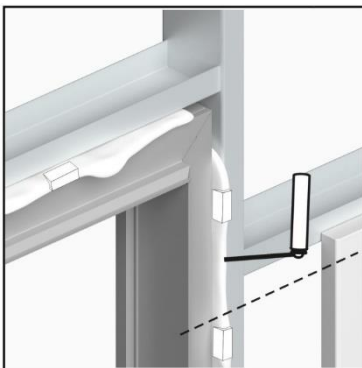

Rys. 22.
- 2) Ustawić ościeżnicę w pionie i w poziomie, zwracając szczególną uwagę na zachowanie kątów prostych między elementami pionowymi i poziomymi ościeżnicy. Szczeliny pionowe między ościeżnicą a ścianą powinny być równo ustawione z każdej ze stron. Ustawienie sprawdzić za pomocą poziomnicy. W celu uniknięcia przesunięć podczas ustawiania ościeżnicy należy unieruchomić pionowe jej słupy stosując drewniane kliny (Rys.22) oraz rozprzeć słupy ościeżnicy trzema poziomymi rozpórkami montażowymi. Rozpórki rozmieścić na górze, środku oraz na dole ościeżnicy. Rozpórki powinny być odsunięte min. 1 cm od uszczelki. Końce rozpórek należy zabezpieczyć w celu uniknięcia uszkodzenia ościeżnicy. Po zaklinowaniu sprawdzić wymiary szerokości we wrębie ościeżnicy, zwracając uwagę aby wielkość ta powtarzała się na całej wysokości ościeżnicy. Następnie sprawdzić poziom nadproża oraz pion słupów pionowych.